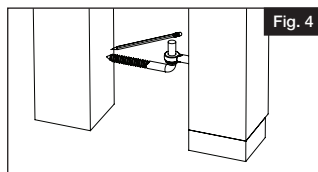

Fig. 4
- b.) Align gate and screw hooks to post and mark post meeting point (Fig. 4).
- Aligner la barrière et les vis à crochet sur le poteau et marquer le point de rencontre avec le poteau (Fig. 4).
- b.) Alinee el portón y atornille los ganchos en el poste y marque el punto de encuentro del poste (Fig. 4).